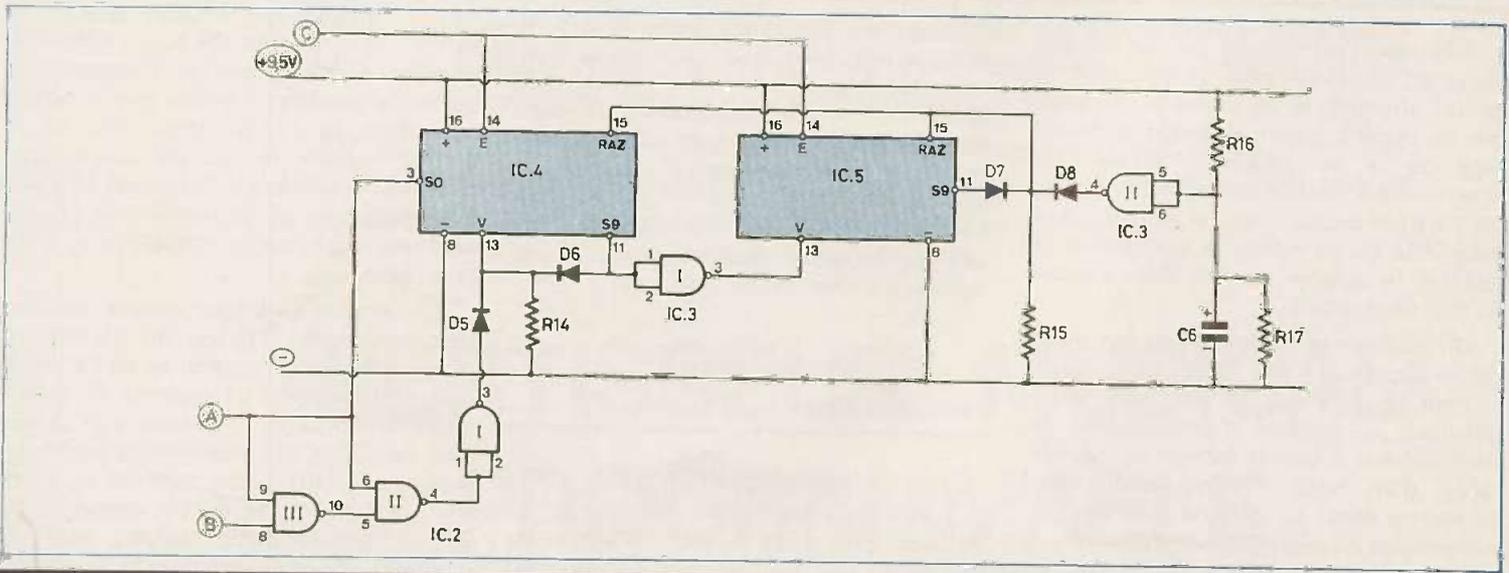

Fig. 3. – Schéma de principe du séquenceur cyclique et de la commande.
c) Le séquenceur cyclique (fig. 3)
d) Le déroulement d'un cycle complet (fig. 3)
e) La RAZ au moment du départ d'un cycle (fig. 3)